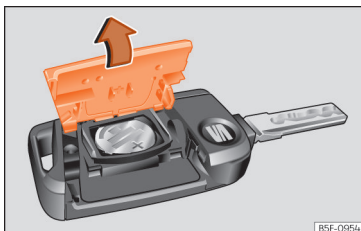

Abb. 88 Fahrzeugschlüssel: Deckel des Batteriefachs öffnen.
- Abdeckung auf der Rückseite des Fahrzeugschlüssels »» **Abb. 88** in Pfeilrichtung abnehmen »» ⚠.
- Abdeckung wie gezeigt ansetzen »» **Abb. 88** und entgegen der Pfeilrichtung auf das Fahrzeugschlüsselgehäuse drücken, bis sie einrastet.